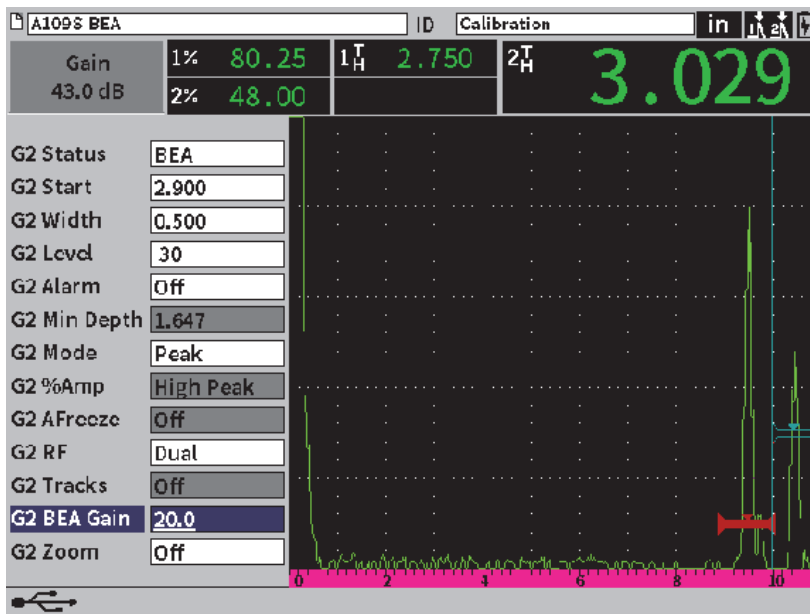

Abbildung 11-29 Geänderte Rückwandchoverstärkung
1. Im Konfigurationsfenster von Blende 2, drücken Sie Tab, um **B2 REA Verst.** auszuwählen (siehe Abbildung 11-29 auf Seite 217).